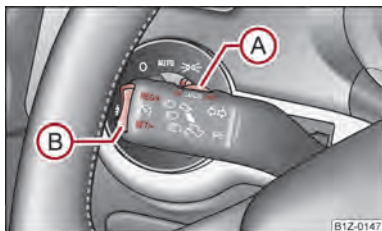

Fig. 104 Palanca de mando: Balancín y conmutador del sistema regulador de la velocidad
El sistema regulador de la velocidad se maneja mediante el conmutador **(A)** → fig. 104 y el balancín **(B)** en la palanca izquierda del conmutador multifunción.
- Puede aumentar la velocidad memorizada, sin accionar el pedal acelerador, presionando el balancín **(B)** → fig. 104 a la posición **RES**.
La **reanudación** de la velocidad memorizada se efectúa al soltar el pedal de freno o de embrague, en vehículos con cambio automático sólo tras soltar el pedal de freno, y después de presionar brevemente el balancín (B) ⇒ fig. 104 a la posición RES.
- Pulsar el conmutador (A) ⇒ fig. 104 desplazándolo a la posición OFF.